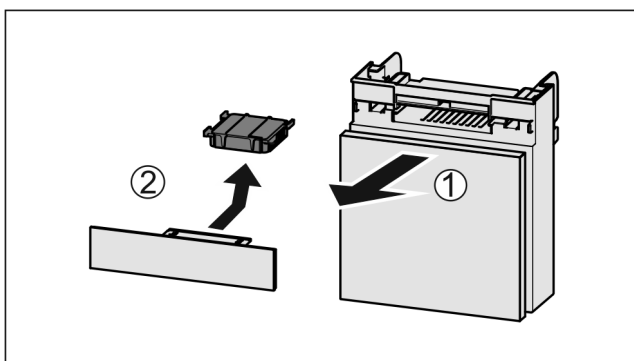

Fig. 181
- ▶ Vedä lokero etukautta pois Fig. 181 (1).
- ▶ Poista aktiivihilisuodatin Fig. 181 (2).